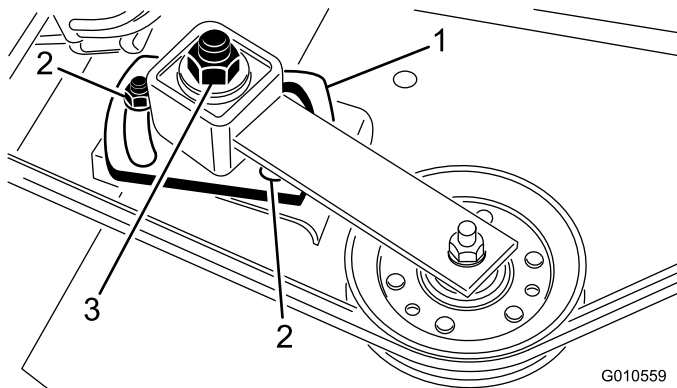

Bild 28
3. Lösen Sie die zwei Muttern, mit denen die Spannscheibe befestigt ist. Ziehen Sie die Einstellmutter der Spannscheibe mit einem Sechskantschlüssel oder Drehmomentschlüssel auf 24-41 N-m an (Bild 28).